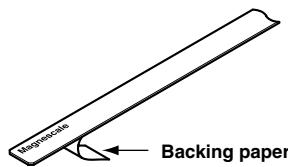

Fig. 4
- 剥離紙を20 mm程度はがします。(図4)
- Peel off about 20 mm of the backing paper. (Fig. 4)
- Ziehen Sie etwa 20 mm des Schutzpapiers ab. (Abb. 4)